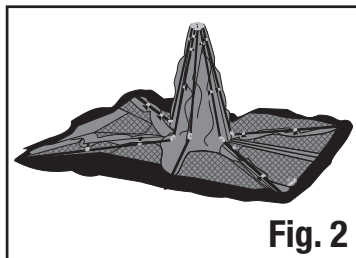

Fig. 2
- Dépliez les bras de la tente vers le bas, jusqu'à ce qu'ils reposent à plat sur le sol. (Fig. 2)